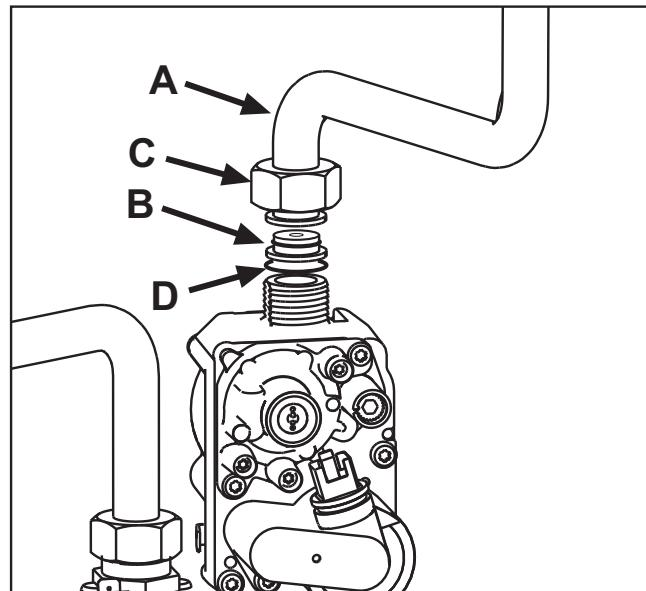

рис. 22
4. Открутить колесико **C** и вынуть газовую трубу **A** из газового клапана (см. рис. 22).
5. Заменить форсунку **B**, вставленную в газовую трубу, на форсунку, входящую в комплект для переоборудования на другой вид газа, вставив прокладку **D** (см. рис. 22).